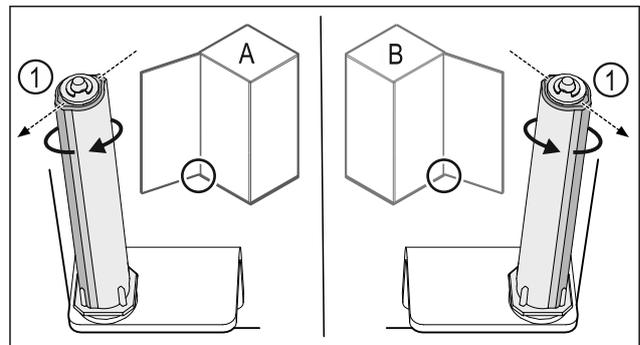

Fig. 55 左门挡(A) / 右门挡(B)
- ▶ 克服阻力转动关门系统，直至关门系统 Fig. 55 (1)的连接片朝外。